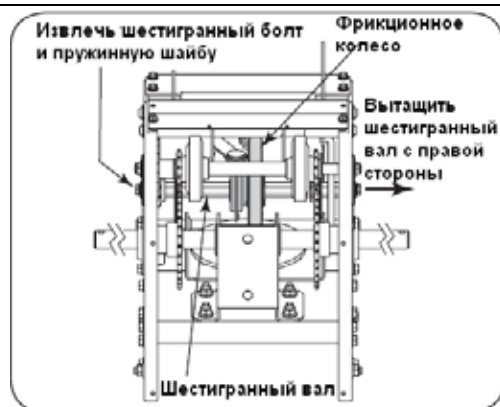

Рис. 38
4. Используя ключ  $\frac{3}{4}$ " , зафиксируйте шестигранный вал, отсоедините шестигранный болт и пружинную шайбу, извлеките подшипник с левой стороны рамы (См. Рис.38).